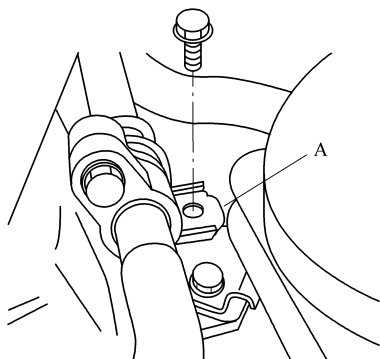

图 3-12 拆下卡夹固定螺栓
- 4) 从空调管路卡夹 A 上拆下螺栓，如图 3-12 所示。